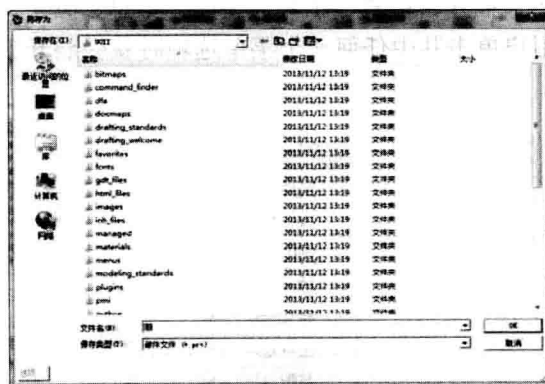

图 1-6 “另存为”对话框
- 文件另存。单击菜单中的“文件”→“另存为”或者使用快捷键 Ctrl+Shift+A，系统显示“另存为”对话框，如图 1-6 所示，需要在对话框中选择保存路径，输入新的文件名字，再单击“OK”按钮，完成文件的保存。